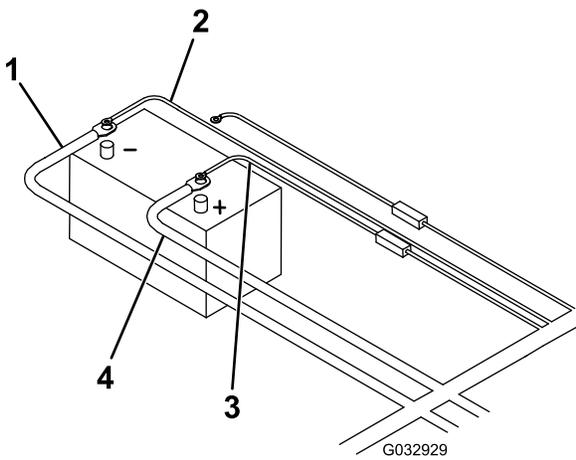

Bild 18
23. Schließen Sie das schwarze Strom- bzw. Erdungskabel am Minuspol (-) der Batterie an (Bild 18).
- 24. Schließen Sie das braune Kabel am Minuspol der Batterie an (Bild 18).
- 25. Schließen Sie das freie Ende des Batteriekabels am Pluskabel (+) der Batterie an (Bild 18).
- 26. Schließen Sie das rote, gesicherte Kabel am Pluspol (+) der Batterie an (Bild 18).